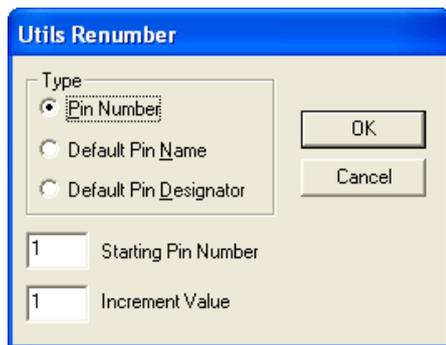

Рис.4.2. Диалоговое окно перенумерации контактов.
- Если необходимо **перенумеровать, переименовать** контакты или изменить их позиционные используйте команду **Utils/Renumber** , диалоговое окно которой представлено на рис.4.2.